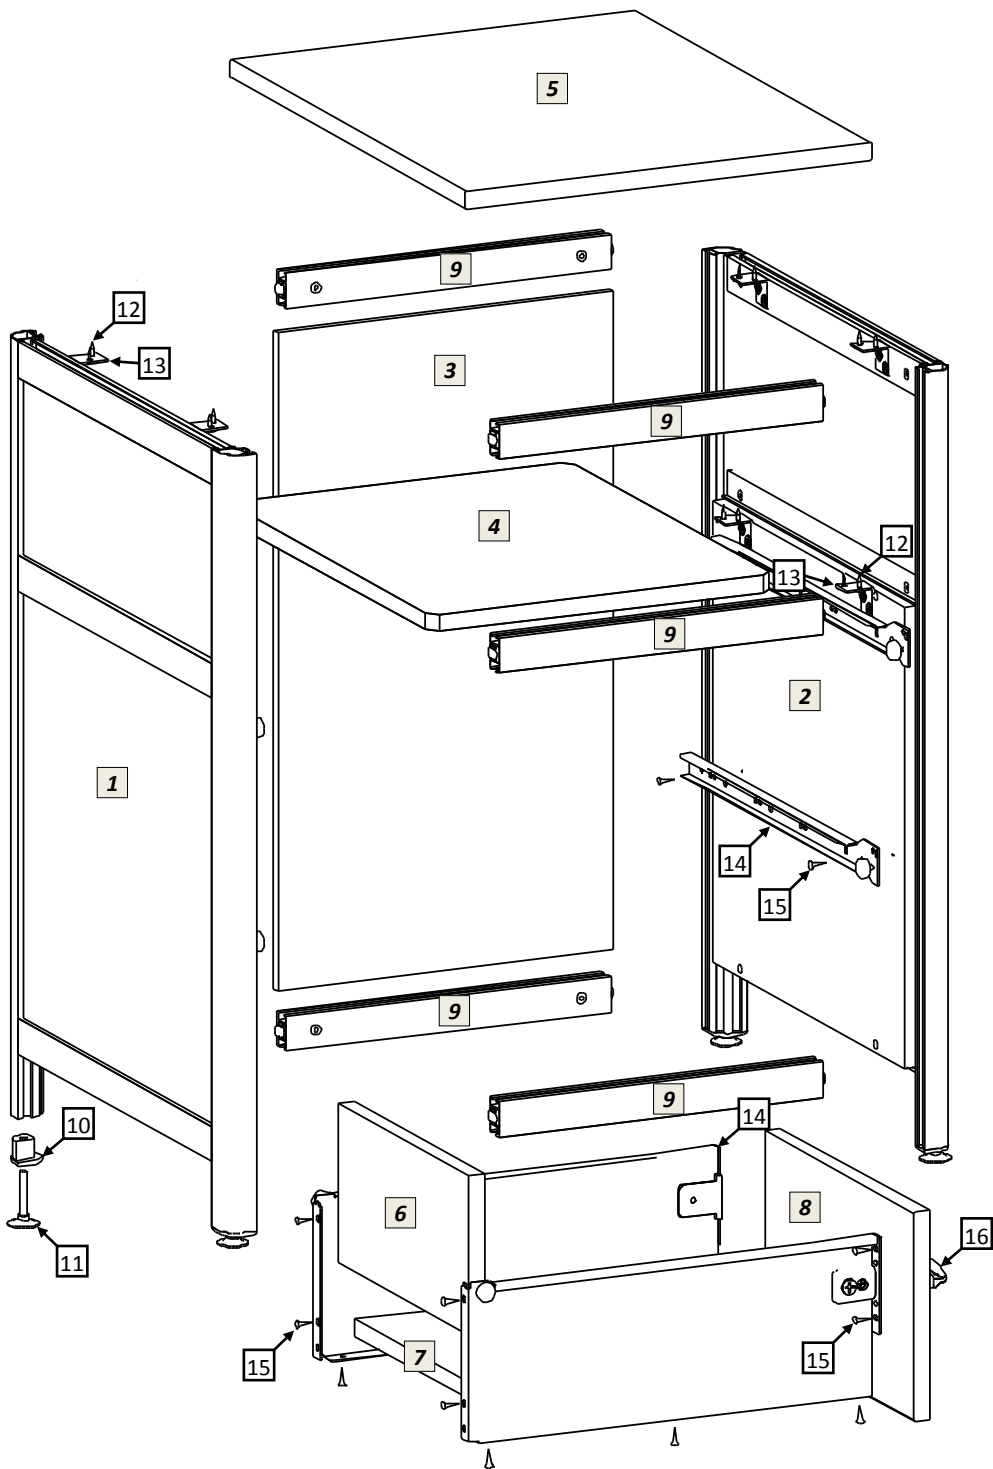

рис.1
- 5.1 Распаковав тумбу, внимательно ознакомьтесь со схемой сборки, изображённой на рис.1. Согласно позициям на схеме и комплектовочной ведомости определите расположение деталей в изделии и порядок их сборки. Сборка производится на ровном полу, укрытом материалом, предотвращающим повреждение покрытия пола и деталей мебели. Подготовьте необходимые для сборки инструменты – плоскую и крестовую отвёртки, молоток, рулетку или линейку, гаечный ключ 12мм для регулировки опор, шуруповёрт.
- 5.4 Сборка выдвижных ящиков. Схема сборки ящика показана на рис.1. Шурупами 4x16 соедините заднюю стенку, днище ящика и его фасад с металлическими боковинами направляющего механизма. На фасад ящика установите ручку.